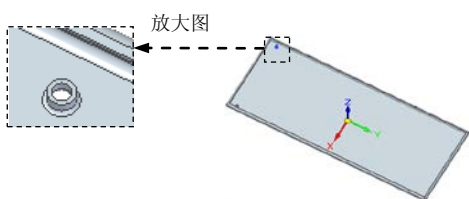
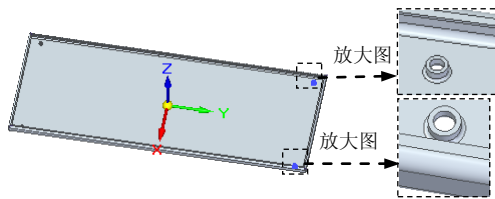

图 8.13.240 镜像特征 1
图 8.13.241 镜像特征 2
(4) 在“冲压除料”命令条中单击“轮廓代表凸模”按钮 .
(5) 单击命令条中的 **完成** 按钮, 完成特征的创建。
Step15. 创建图 8.13.240 所示的镜像特征 1。
(1) 选取要镜像的特征。选取冲压除料特征 1 为镜像源。
(2) 选择命令。单击“主页”功能选项卡“阵列”工具栏中的  镜像按钮。
(3) 定义镜像平面。选取右视图 (YZ) 平面为镜像平面。
(4) 单击 **完成** 按钮, 完成特征的创建。
Step16. 创建图 8.13.241 所示的镜像特征 2。
(1) 选取要镜像的特征。选取冲压除料特征 1 和镜像 1 为镜像源。
(3) 定义镜像平面。选取前视图 (XZ) 平面为镜像平面。
(4) 单击  按钮, 完成特征的创建。